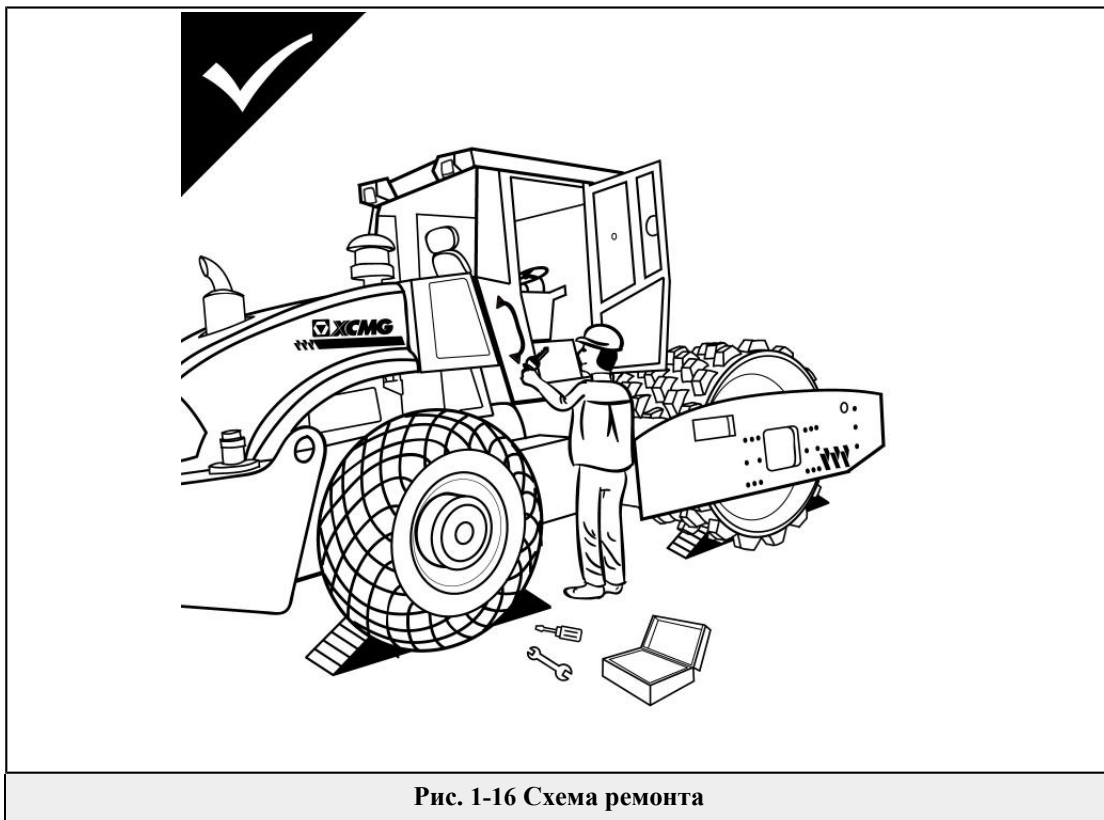

Рис. 1-16 Схема ремонта
- Поставить знак на дорожный каток, обозначает то, что данная машина находится в ремонте. Выключить питание, вынуть переключатель с ключом (Рис. 1-16).